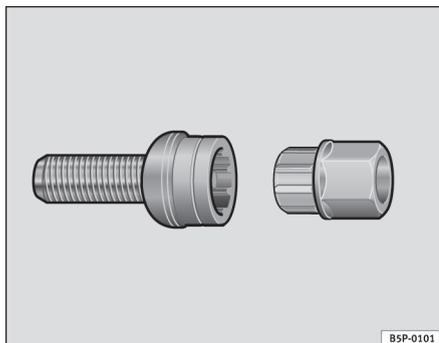

Fig. 174 Parafuso anti-roubo da roda
- Colocar totalmente o adaptador no parafuso anti-roubo da roda ⇒ fig. 174.